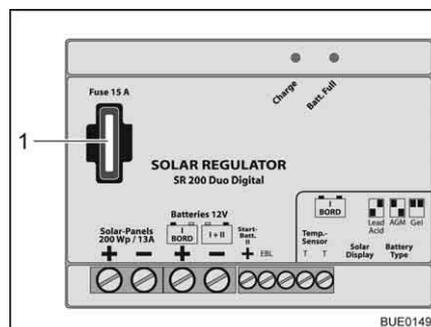

Fig. 152 Fusível do regulador de carga do painel solar 200 W
- Troque o fusível plano 15 A/azul (Fig. 152,1).